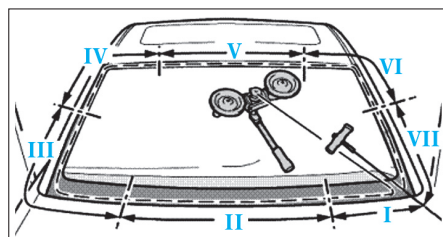

FIG. 2
- Procéder à la découpe dans l'ordre indiqué (Fig.2).